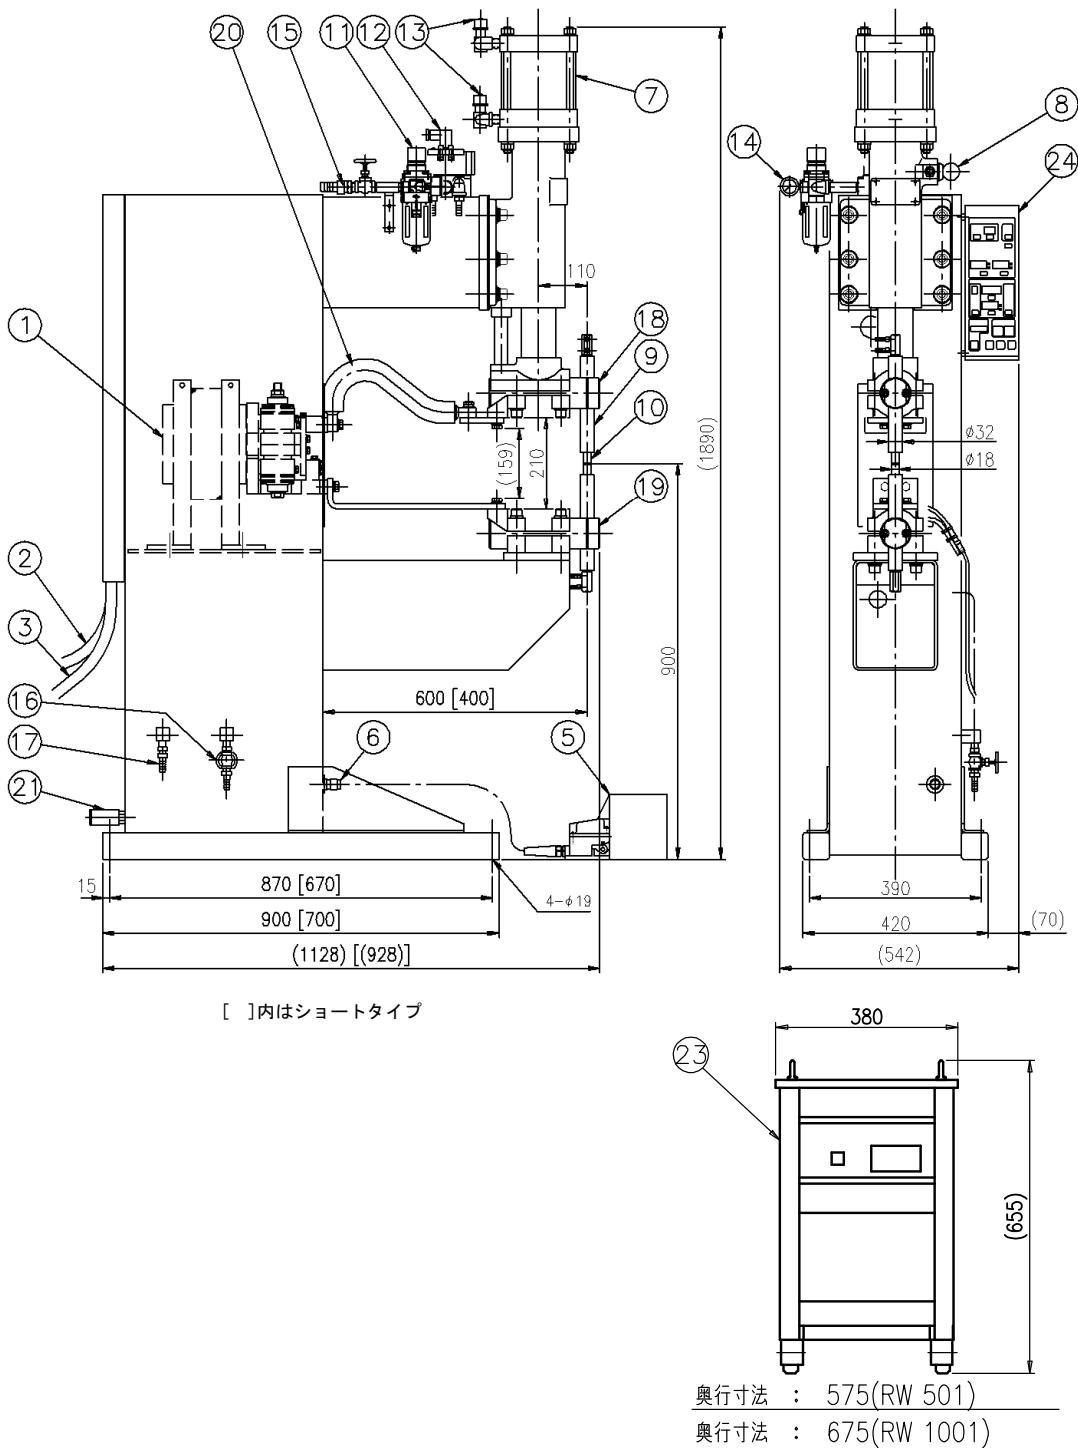

図2. SLAI(S) 95, 120-610 外形図
12.1.2 標準部品【SLAI(S)95, 120-610】(図2. 参照)